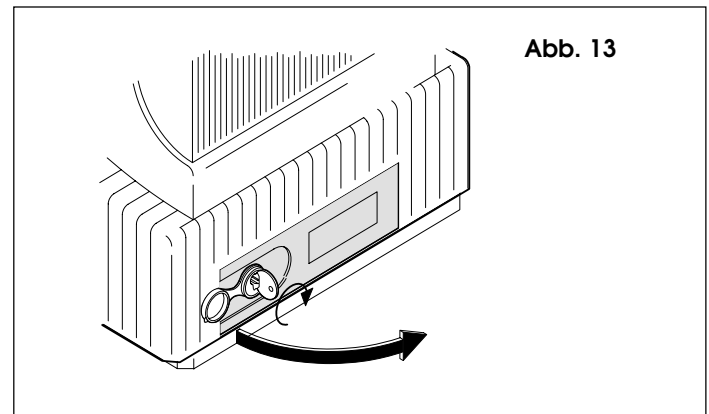

Abb. 13
Sollte infolge von Stromausfällen bzw. Betriebsstörungen ein manueller Torbetrieb erforderlich sein, ist das Entriegelungssystem (Abb. 13 - Pos.6) wie folgt zu betätigen:
-Schutzstöpsel abnehmen und mitgelieferten Schlüssel in das Schloß einstecken (Abb. 13).